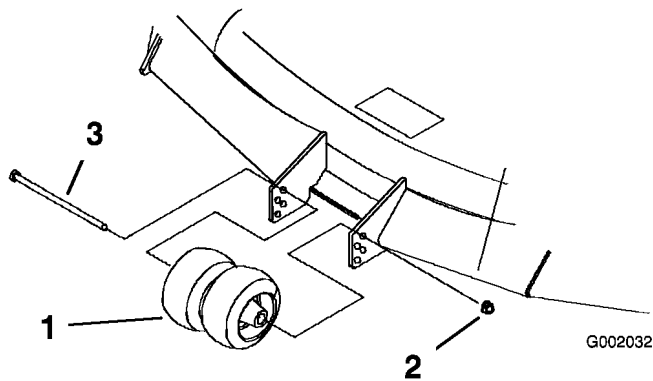

Figure 21
- Lorsque la hauteur de coupe est réglée, enlevez le boulon et l'écrou (Figure 21).
- Choisissez le trou qui convient pour que les galets centraux se trouvent le plus près possible de la hauteur de coupe correspondante voulue (Figure 21).
- Posez le boulon, les galets centraux et l'écrou (Figure 21).